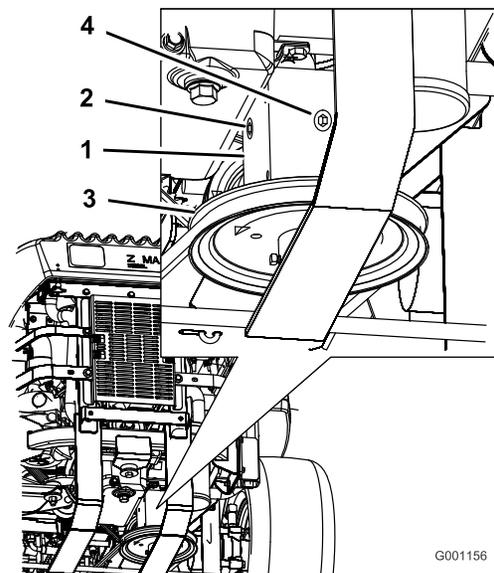

Figura 58
4. Togliete il tappo laterale o posteriore degli ingranaggi (Figura 58).